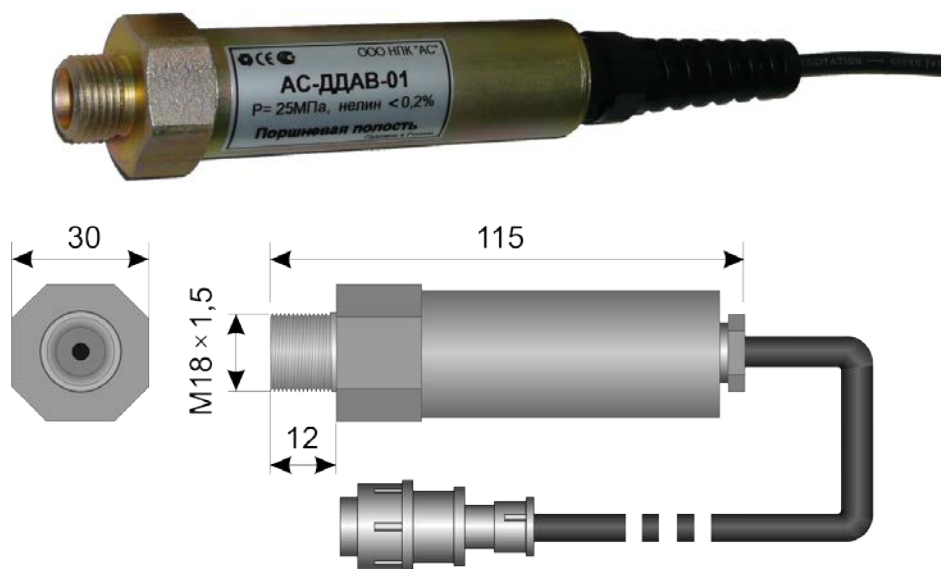

Рис. 2
6.4.2. Для функционирования АОГ к его входу должен быть подключен датчик давления в поршневой полости гидроцилиндра подъема стрелы, рис.2.
6.5. Датчик, рис.2, представляет собой прибор, преобразующий величину давления в электрический сигнал. В данной модификации АОГ используется один датчик, измеряющий давление в поршневой полости гидроцилиндра подъема стрелы.